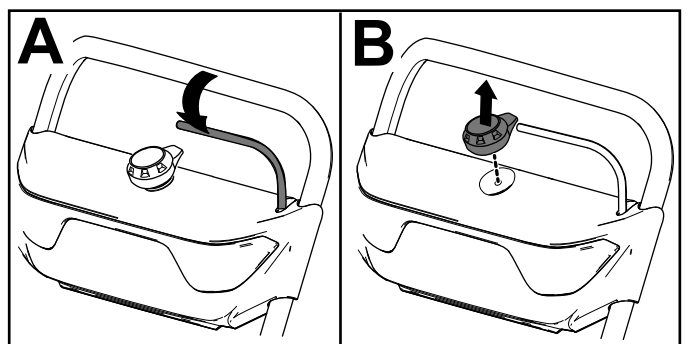

Figure 10
1. Relâchez la barre (A de la Figure 10).
2. Retirez le bouton de démarrage électrique du démarreur électrique (B de la Figure 10).